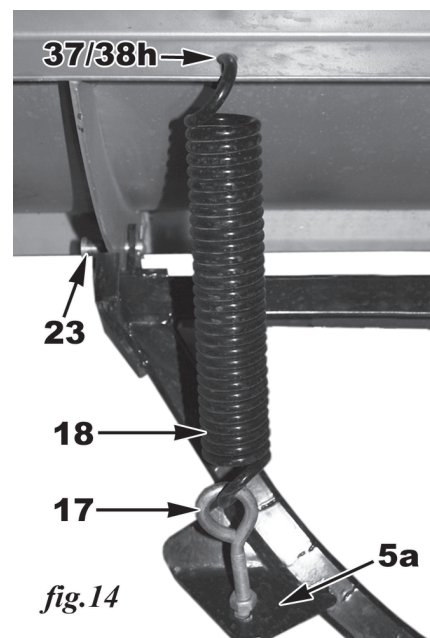

fig.14
11. Aligner les 3 points de fixation du cadre D avec les deux nervures centrales verticales de chaque panneau de lame ainsi que le double, rejoint nervures verticales dans le milieu de la lame (fig.14). Insérez les goupilles pour chaque point de fixation des nervures verticales sur l'arrière de la lame. Fixer les goupilles (23, fig.15) en place avec broches fendues (cotter pin) et plient afin qu'ils soient sécurisés en place.